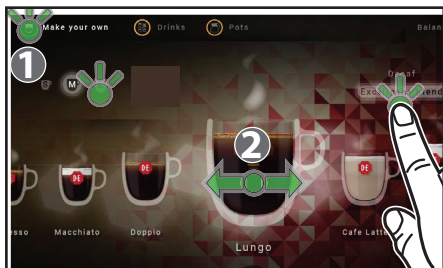

Fig. 4.5 - Choix de « Faites vous-même »
1. Appuyez sur l'icône en haut à gauche « Faites vous-même » (1) sur l'écran tactile, lorsque le distributeur est en mode de distribution (fig. 4.5).
- **LA BOISSON DEMANDÉE (2)** - déplacez la boisson de votre choix vers le centre de l'écran (fig. 4.5)
- **INGRÉDIENTS** - la sélection mélange peut être utilisée dans certaines configurations précises (fig. 4.5).